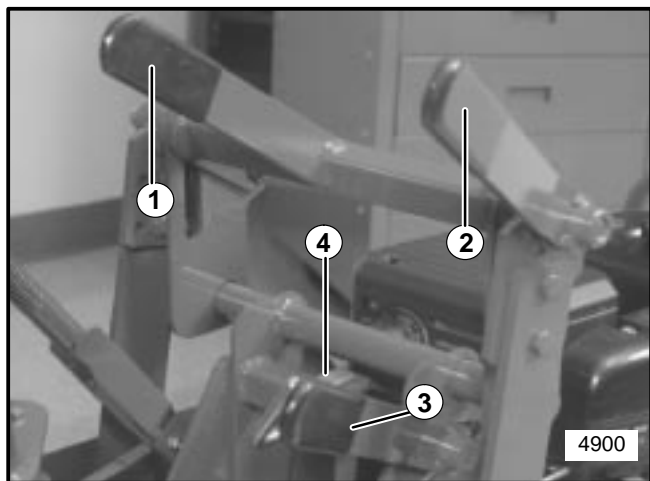

FIGURE 19
16. Pour les moteurs Briggs faire passer le câble de l'accélérateur à travers le support de l'accélérateur comme indiqué à la Figure 19. L'épaule du bout du câble doit être placée contre le bout du support de l'accélérateur. Serrer le support de l'accélérateur contre le câble de l'accélérateur en faisant bien attention de ne pas trop déformer le support en le serrant trop fort.
Lève ou abaisse la lame de coupe. Voir la figure 19, article 1.
Régule l'angle de coupe de la lame. Voir la figure 19, article 3.
Le levier de verrouillage maintient le levier de contrôle de profondeur de la lame à la position désirée. Voir la figure 19, article 2.
Desserrer le levier de verrouillage de contrôle de l'angle de la lame et déplacer le châssis en H vers l'avant ou vers l'arrière jusqu'à ce que la lame soit à l'angle désiré. Serrer le levier de verrouillage de contrôle de l'angle de la lame. Voir la figure 19.
2. Desserrer la poignée de la jauge de profondeur (voir Figure 19). Régler la jauge de profondeur de telle sorte qu'elle puisse toucher le fond sur le levier de contrôle de la profondeur.